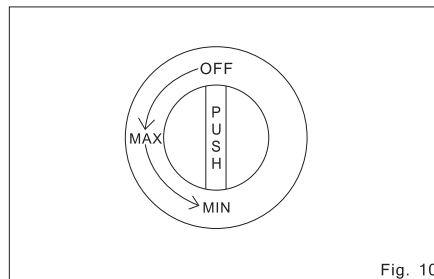

Fig. 10
- Mettere la manopola di regolazione del gas sull'asse e spingerla con forza verso l'interno (fig.10,11).